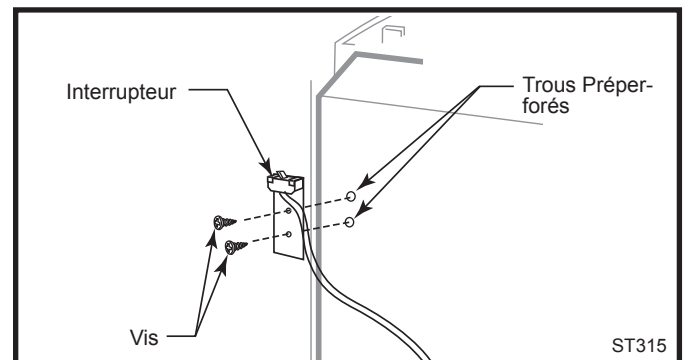

Fig. 52 Fixez l'interrupteur à la tôle de protection arrière.
1. Fixez l'interrupteur du côté arrière gauche de la tôle de protection (lorsque vous regardez cette dernière de face) en y insérant deux vis dans les trous préperforés existants. (Fig. 52)